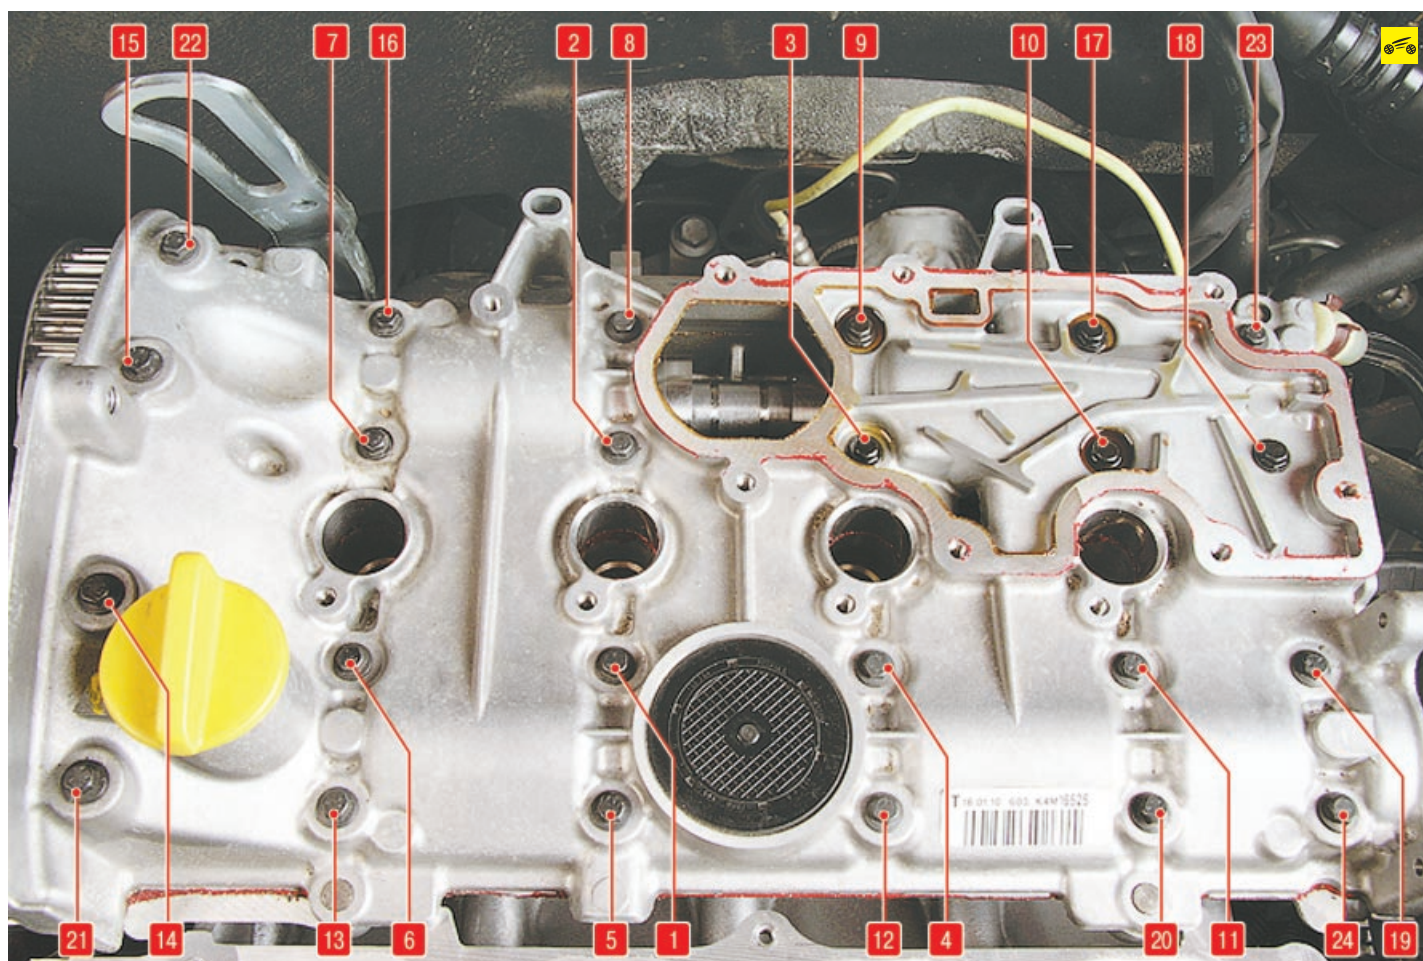

Рис. 5.8. Порядок затяжки болтов крепления крышки головки блока цилиндров
15. Затяните болты крепления крышки головки блока цилиндров в четыре этапа в порядке, указанном на рис. 5.8: